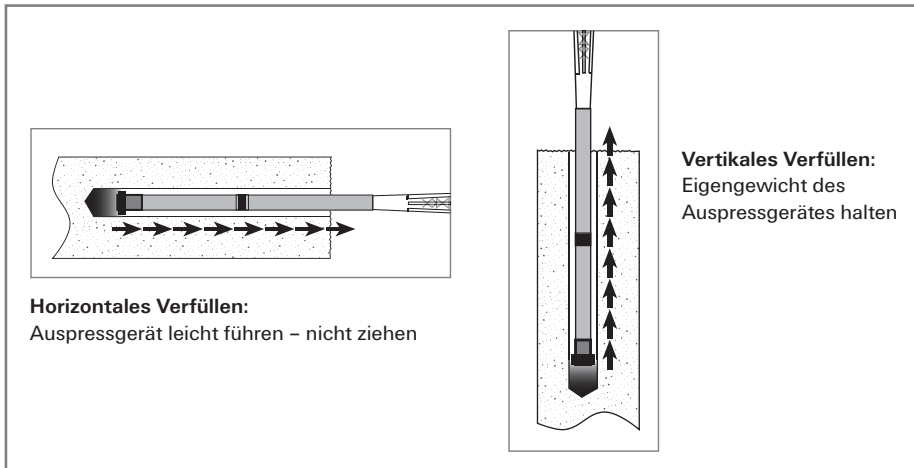

Abb. 8: Gleichmäßiges und **blasenfreies** Auspressen des Mörtels
- Auspressgerät während des Verfüllens – dem Druck der Injektionshilfe folgend – führen – nicht ziehen (Abb. 8).